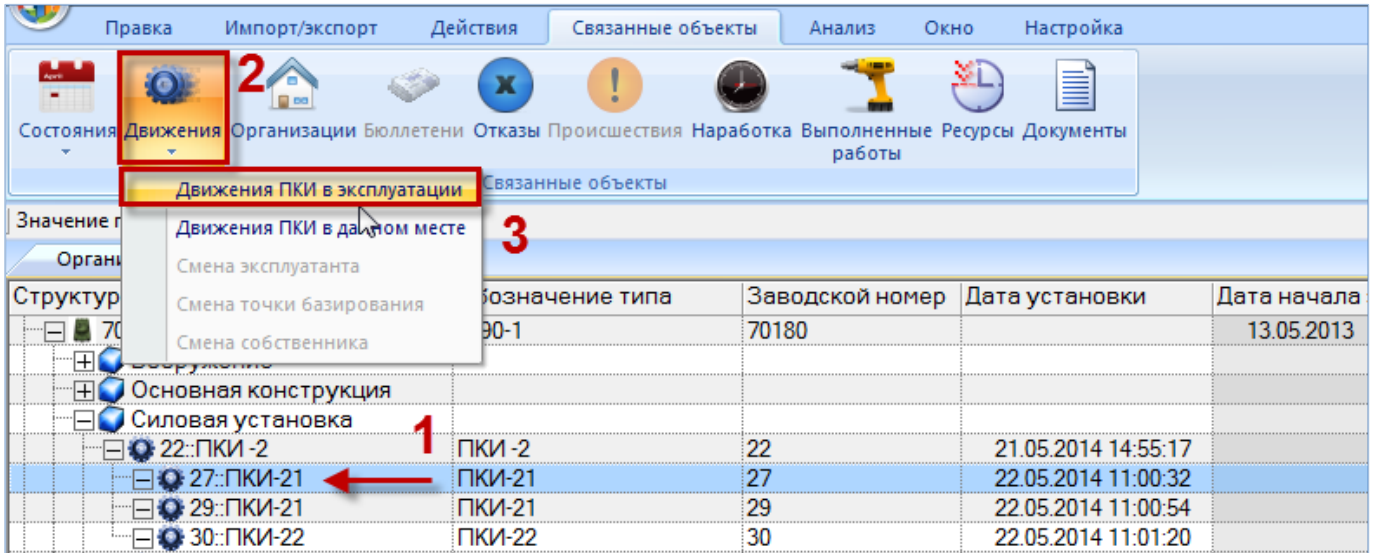

Рис. 23-42 – Открытие окна движений ПКИ в эксплуатации
3) Нажать кнопку «Движения» панели «Связанные объекты» и из раскрывшегося списка выбрать пункт «Движения ПКИ в эксплуатации» (рис. 23-42).